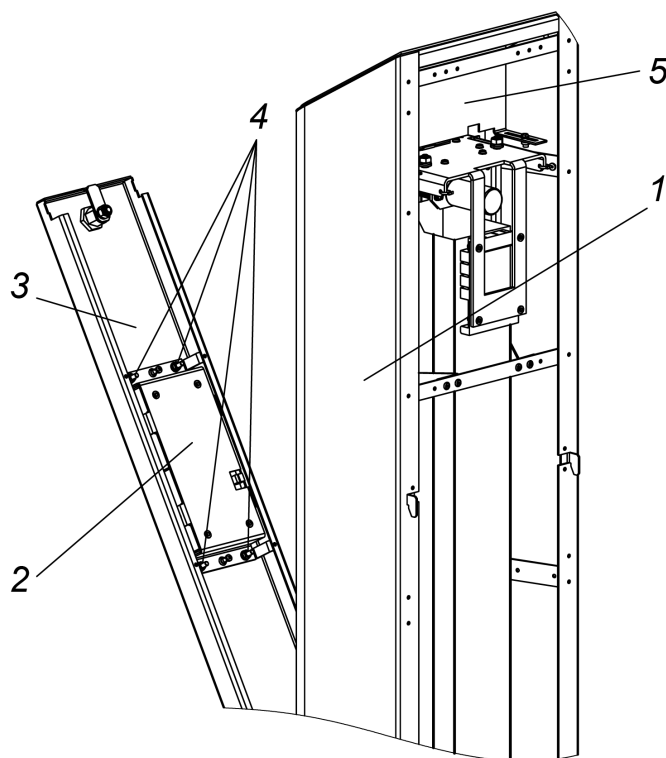

Рисунок 18. Блок постоянной индикации бокового модуля с картоприемником
- у бокового модуля с картоприемником (см. рис. 18):
- откройте ключом замок крышки контейнера (3, рис. 18) и потяните ее за ключ на себя до упора,
- снимите блок индикации (2, рис. 18), для чего открутите 4 гайки с шайбами (4, рис. 18).
1. Снимите кронштейн для считывателя (5, рис. 18), для чего открутите 2 винта.